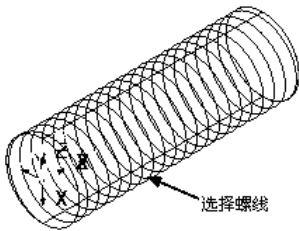
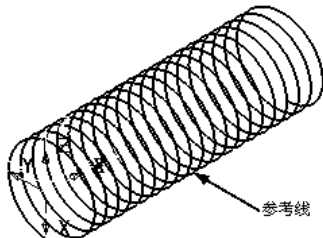

图 4-88 选择螺线
图 4-89 创建的参考线
2) 在图形区选择图 4-88 所示的螺线，然后在“PowerMILL 资源管理器”中选参考线中的“1”，单击鼠标右键，在弹出的快捷菜单中选择“插入”→“模型”命令，创建出如图 4-89 所示的参考线。